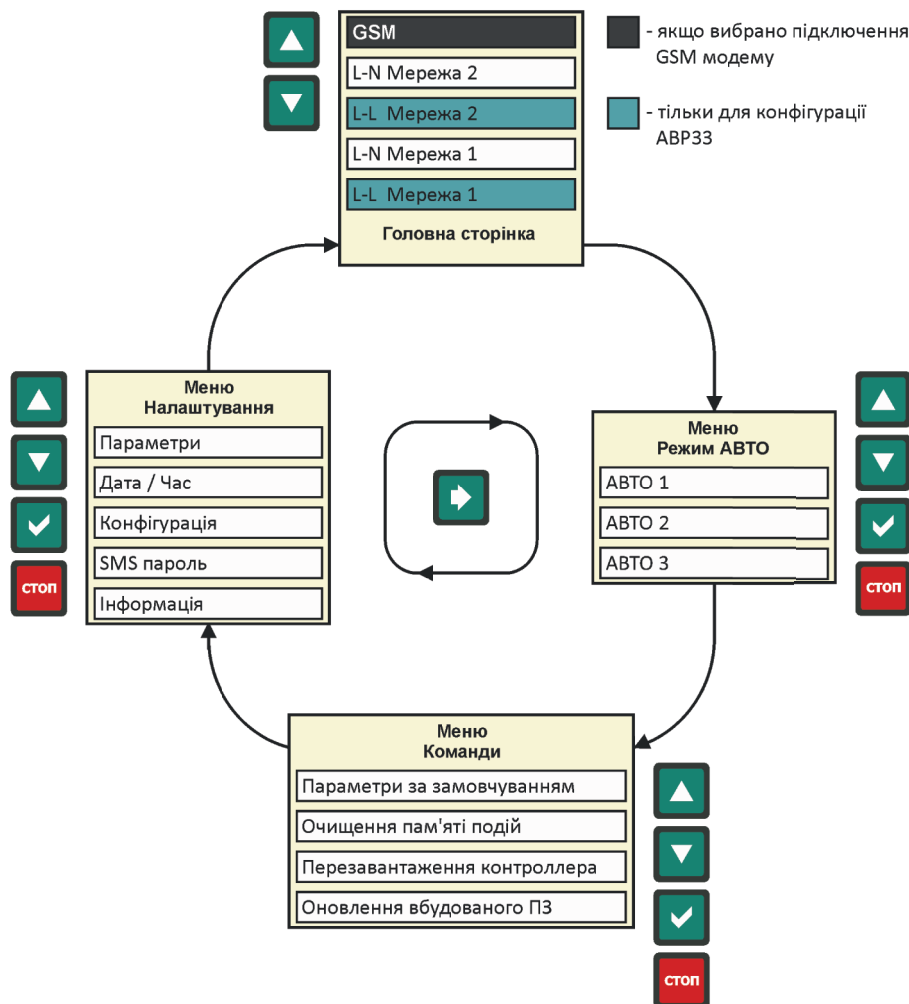

Рис. 5.3 – Структура індикації на дисплеї
5.4.6 Структура індикації на дисплеї визначається чотирма основними сторінками (рис. 5.3):